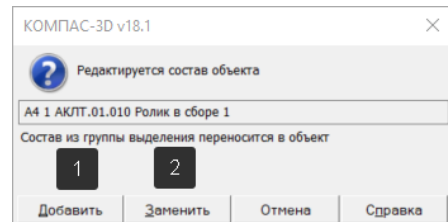

Рисунок 408 - Редактировать состав объекта
- В открывшемся окне нажмем на кнопку «Добавить» (1), чтобы добавить выделенные элементы чертежа в состав объекта спецификации. Кнопка «Заменить» (2) служит для того, чтобы заменить имеющийся состав объекта выделенными элементами чертежа. (Рисунок 408);